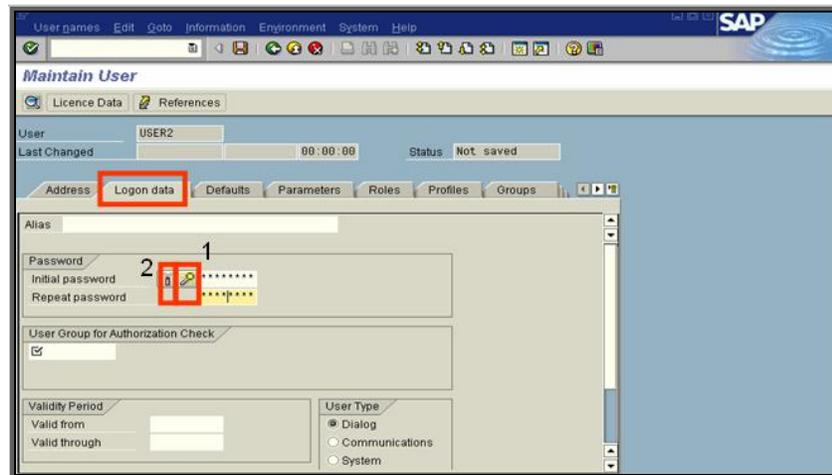

Figura 4.4.5 Generación de password
En la figura 4.4.5 se observa la etiqueta "Logon data" en donde se especifica el password inicial, así como el grupo al que pertenecerá el usuario (opcional), el tipo de usuario de que se trata y el tiempo que tendrá de validez, los dos botones marcados en rojo permiten generar un password automático mediante un asistente (1) y desactivar el password de un usuario (2).